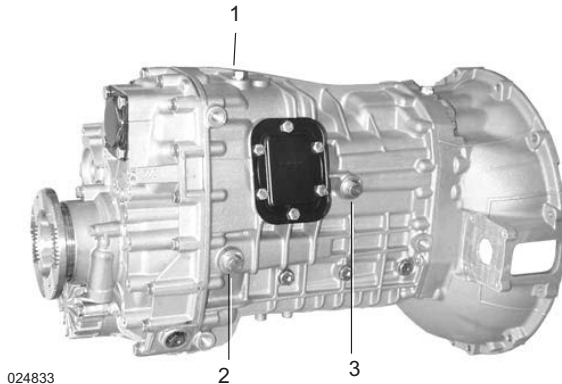

Рис. 11
Для слива масла отвинтить обе резьбовые пробки сливных отверстий с нижней стороны коробки передач (Рис. 11, Поз. 2 и 3), у дополнительных агрегатов также их пробки отверстий слива масла.
1. Залить в отверстие для заправки (см. Рис. 11 + 12, Поз. 1) масло до начала переливания.